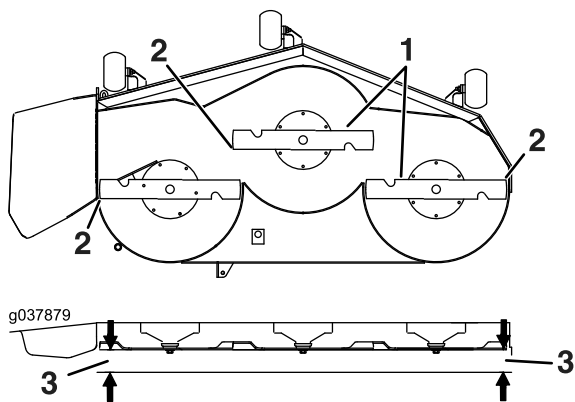

Figure 98
6. Mesurez la distance entre la pointe des lames et le sol plat (Figure 98). Si les deux mesures diffèrent de plus de 5 mm (3/16 po), ajustez l'horizontalité des lames; poursuivez cette procédure.
14. Tournez prudemment les lames pour qu'elles soient parallèles dans le sens transversal (Figure 98).